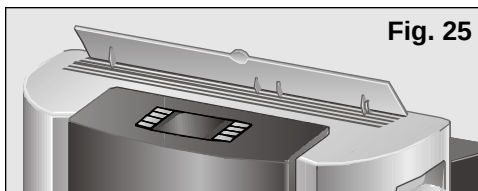

Fig. 25
- ☐ Levez l'orienteur d'air situé dans la partie supérieure **Fig. 25**, et si vous le désirez, ouvrez les ailettes latérales voir **A et L, Fig. 1** (voir rubrique « Ailettes Latérales ») pour une meilleure distribution de l'air dans la pièce. Il est conseillé que ces sorties d'air soient complètement ouvertes ou fermées afin d'éviter des bruits gênants.